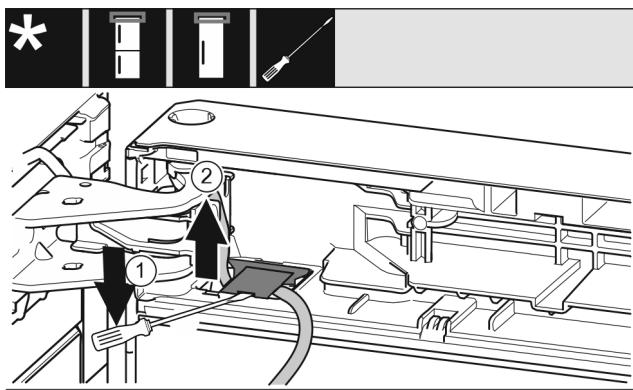

Fig. 21
- Ravnim odvijačem podignite pokrov i potom ga izvucite. Fig. 21 (1)
- Izvucite kabel. Fig. 21 (2)